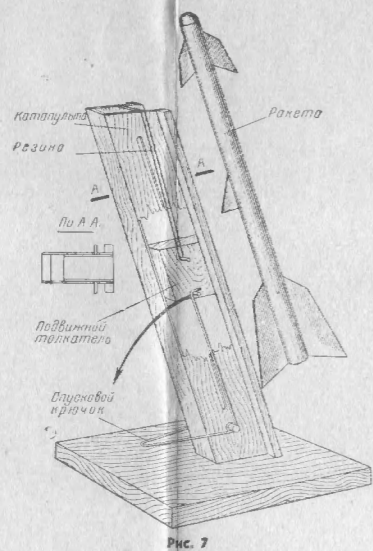
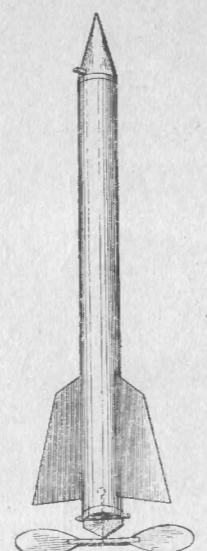

Рис. 7
Рис. 8
Модели ракет. На рисунках показаны модели ракет: стартующей с катапульты (рис. 7), с резиновым двигателем и воздушным винтом (рис. 8). Их сконструировал В. Ф. Еськов (ЦСКОТ РСФСР). Подробные описания этих моделей вы найдете в выпуске 19 (157) библиотечки «Для умелых рук» за 1963 год